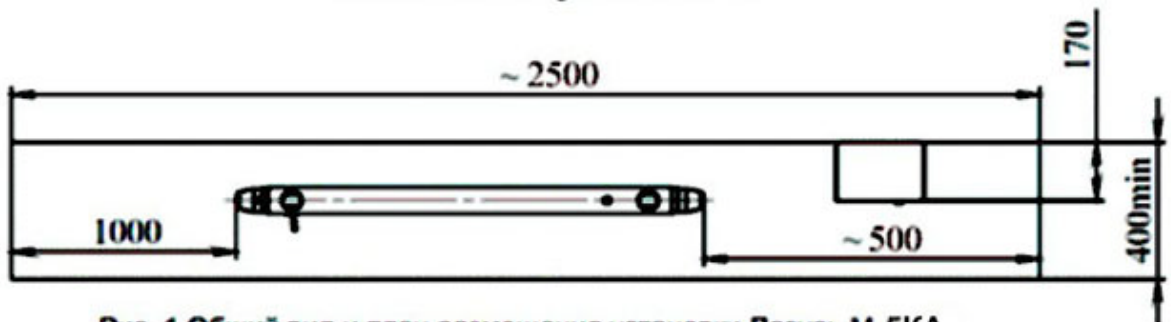

Рис. 1 Общий вид и план размещения установки Лазурь М-5КА
3.1 УФ установка состоит из фотохимического реактора (ФХР) 1 и шкафа питания и управления (ШУ) 2 (см. Рис.1).
3.6. Шкаф управления (ШУ) 2 предназначен для питания УФ лампы, УЗ-излучателя и контроля за их работой. Габаритный чертеж шкафа питания и управления представлен на Рис.1.
5.3. Проверить герметичность уплотнительных колец 5 на защитной кварцевой трубке 4 в реакторе. При необходимости подтянуть их с помощью гаек 7 (Рис.1).